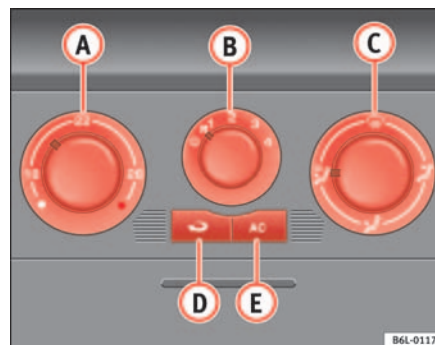

Fig. 88 Mandos del Aire Acondicionado en el tablero de instrumentos
- Con los reguladores  $\Rightarrow$  fig. 88 A y C y con el mando B se regula la temperatura, la velocidad del ventilador y la distribución del aire.